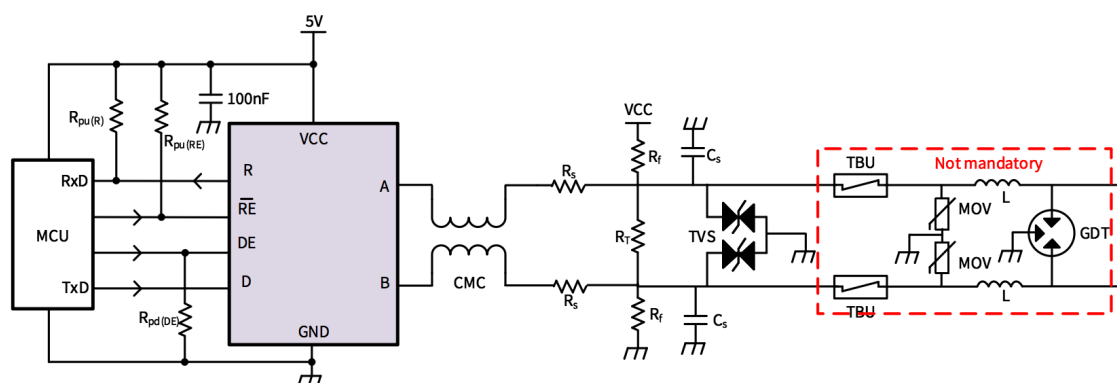

图1.1 半双工RS485典型应用外围电路示意图
以半双工RS485收发器为例，图1.1给出半双工RS485收发器常见外围电路示意图。
3. 如实际系统应用中有使用CMC的需求，Layout时建议CMC下的GND层做扣铜处理，同时CMC位置建议参考图1.1放置到最靠近A,B引脚位置，能有效滤除共模干扰。
在RS485的应用中，为保证整个系统运行的稳定性，EMC性能优化是一个无法避免的问题。常见的EMC防护手段主要包括选择EMC性能更优的RS485收发器和选择相关EMC防护外围器件，如图1.1中所示。EMC防护器件需要在系统发生瞬态过压或过流时起作用，同时保证不会影响系统正常工作。所以这类器件的静态参数一般不会很大，避免影响到系统正常工作。但当系统节点数增多时，这些器件的静态参数往往会叠加，有可能会对系统的正常运行产生一定的影响，因此本小节对相关EMC防护器件的关键静态参数进行分析，帮助工程师在电路设计时规避错误选型：